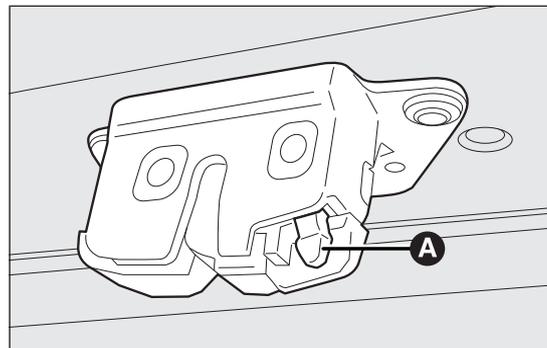

fig. 63
- en opérant à l'intérieur du coffre, appuyer sur le levier A fig. 63 et ouvrir le hayon.